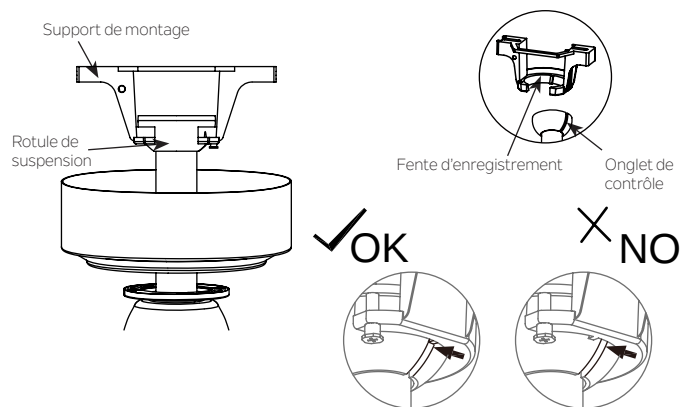

Fig. 12
Étape 7. Soulever maintenant le corps du moteur en position et placer la boule de suspension dans le support de suspension. Tournez jusqu'à ce "Onglet de contrôle" soit tombée dans "Fente d'enregistrement" et s'insère correctement. (Fig.12) Le corps entier du moteur ne doit pas tourner si cela est fait correctement.